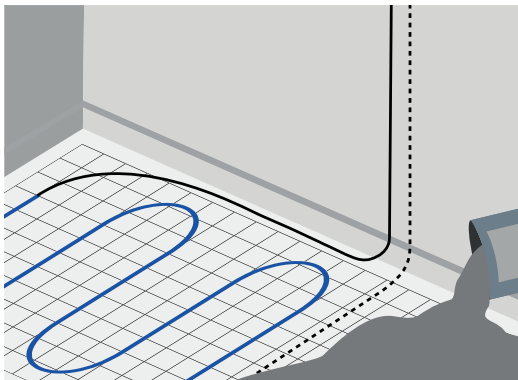

Fig.5
5.2.12 Gulvet er nå klart for avrettningsmasse eller flislim (fig.5). Blande avrettningsmasse eller flislim etter produsentens anvisninger. Kontroller at avrettningsmasse/flislim dekker over varmekabelen før flisene blir montert. Varmekabelen skal dekkes med minimum 6mm avrettningsmasse/flislim. Vær ekstra forsiktig slik at varmekabelen ikke løsner fra underlaget eller tar skade når dette arbeidet utføres. Straks avrettningsmasse/flislim er ferdig herdet, mål motstand (tredje gang) i varmekabelen og sammenligne målte verdier mot tabellen (side 12-13).